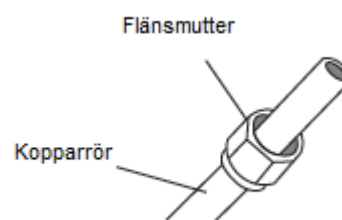

Fig. 11.3
3. Placera flänsmuttrar på båda rörändarna. Se till att de är riktade åt rätt håll eftersom det inte går att ändra efter flänsningen. Se bild 11.3.